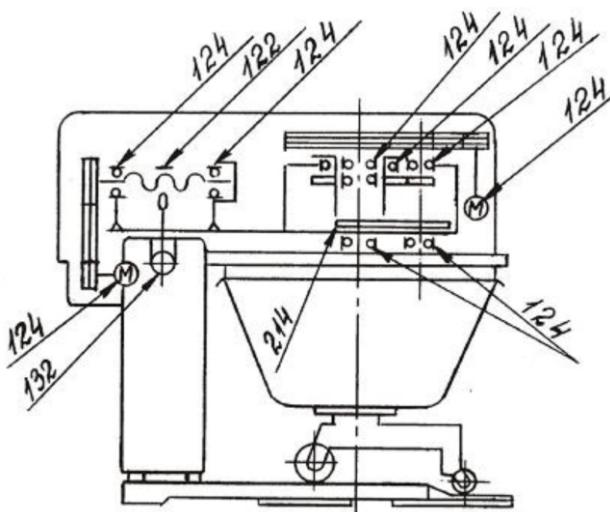

Рисунок 4 - Карта смазки
- 2.3.2 Проверить наличие смазки в подшипниках в соответствии с картой смазки (см. рисунок 4), при необходимости смазать.
3.1.2 Смазку узлов тестомесильной машины производить в соответствии с картой смазки (см. рисунок 4).